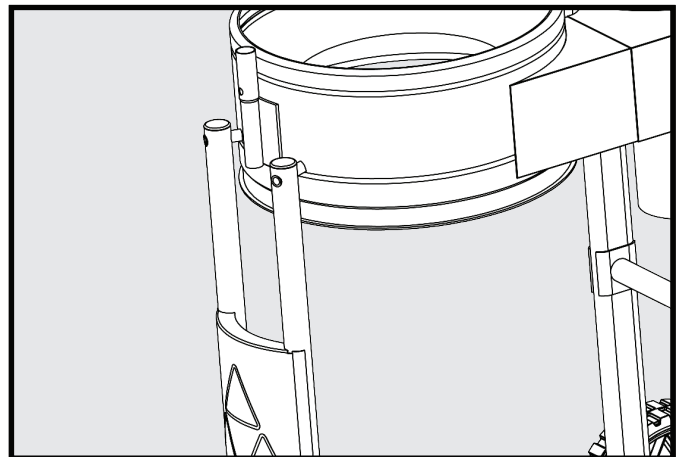

FIGURE 7
4. Aligner les trous du module de support frontal sur le module de boîtier du souffleur (Fig 7).